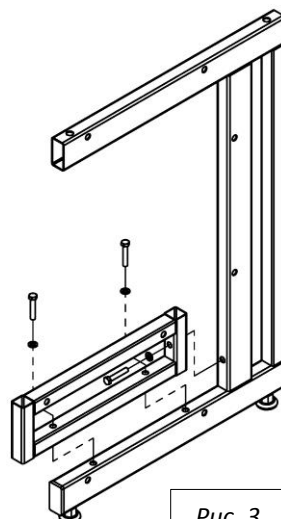

Рис. 3
3. Если предполагается установка низких тумб, закрепите на боковинах каркаса боковые рамы для тумб с помощью болтов М8х45, шайб 8 и предусмотренных в боковинах заклёпок-гаек М8 (Рис. 3)